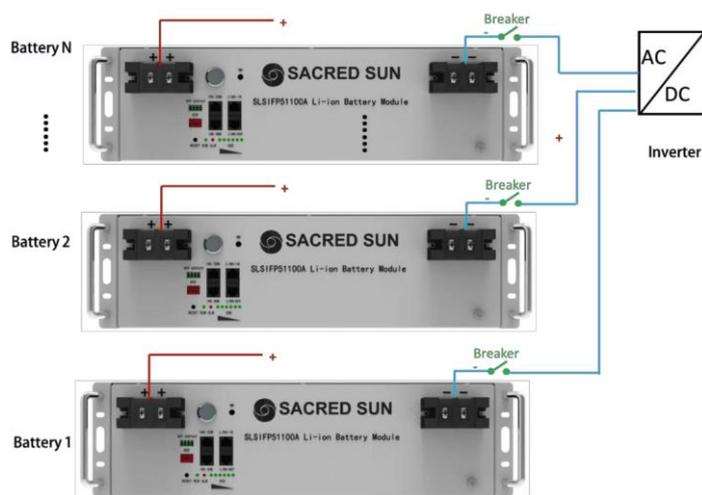

Рисунок 5-2 Встановлення негативних і позитивних силових кабелів акумуляторів, з'єднаних паралельно.
- Після надмірного розряду акумулятора рекомендується його зарядити не пізніше ніж через 48 годин. Акумулятори можна заряджати паралельно при підключенні так, як показано на рис. 5-2.